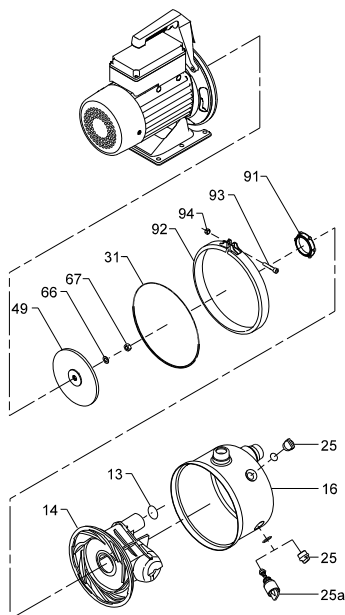

Fig. 6 Sprängskiss av jetpump
Nedanstående positionsnummer hänvisar till fig. 6.
Vid beställning av reservdelar, ange positionsnummer i fig. 6 och pumpens data som står på typskylten.
**Ann.** Pumpen i fig. 6 kan skilja sig från det verkliga utförandet.